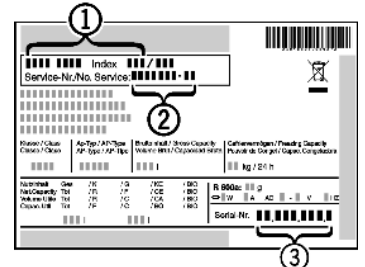

Fig. 14
- ▶ Наименование устройства, Fig. 14 (1), сервисный № Fig. 14 (2) и серийный № Fig. 14 (3) считайте с заводской таблички. Заводская табличка находится внутри устройства слева.
- ▶ Обратитесь в сервисную службу и сообщите вид неисправности, наименование устройства, Fig. 14 (1), сервисный № Fig. 14 (2) и серийный № Fig. 14 (3).